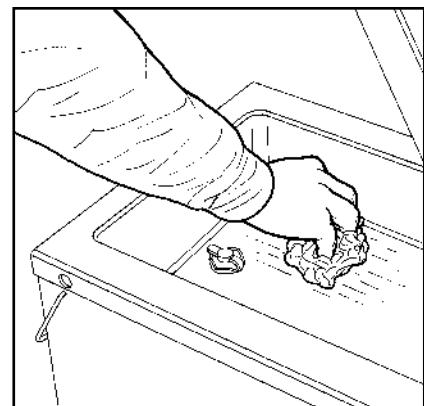

Fig. 3
- Con un paño suave embebido en una solución detergente y/o desinfectante, limpiar el fondo y las superficies laterales de la cámara de vacío (**Fig. 3**); una vez efectuada la limpieza, reinstalar la cámara ejecutando en orden y sentido inverso las precedentes operaciones.